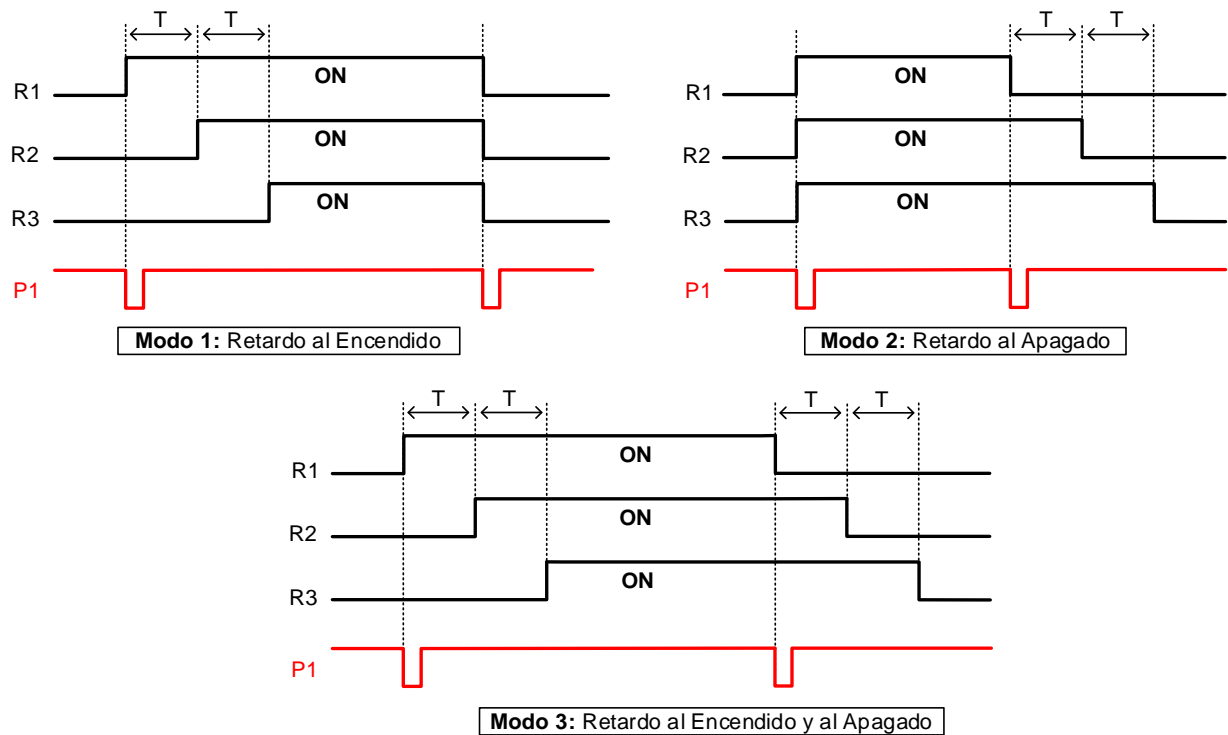
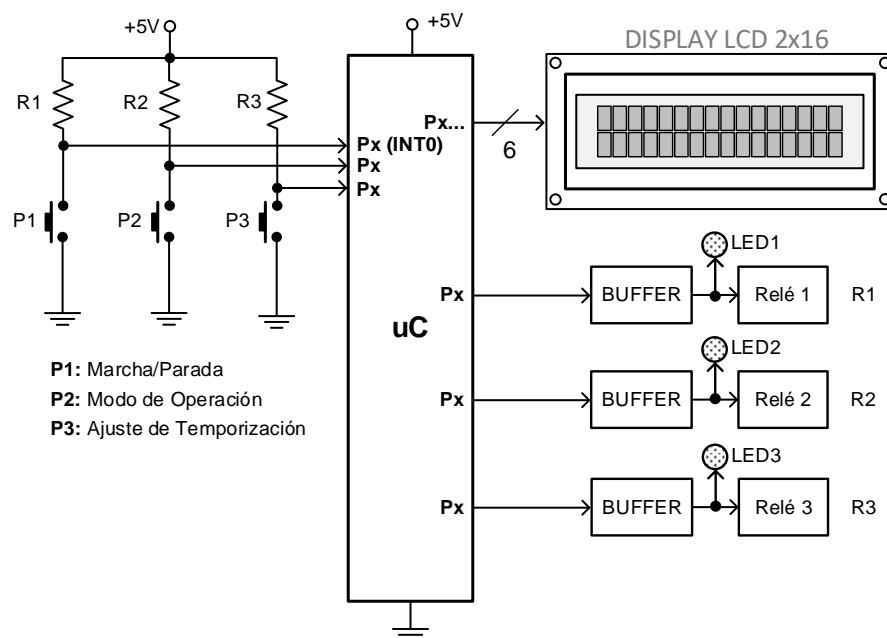

Figura 1: Modos de operación del sistema de Accionamiento de Marcha/Parada Configurable para Motor.
Figura 2: Diagrama de bloques del sistema de Accionamiento de Marcha/Parada Configurable para Motor.
Un aserradero dispone de varias máquinas que cuentan con motores eléctricos de elevada potencia. Por tal motivo, para reducir las perturbaciones en la red eléctrica, la marcha y parada de los mismos requiere que se realice en forma secuencial según alguno de los modos indicados en la Figura 1. Para esto, se debe diseñar y construir el prototipo de un sistema embebido que opere como temporizador configurable, que disponga de los elementos mostrados en la Figura 2. Este sistema debe contar con distintos valores de temporizaciones ($T = 5, 10$ y 15 segundos) y modos de operación configurables por el usuario. Para esto los elementos del sistema a desarrollar tienen que operar de la siguiente forma:
- **P2:** Permite cambiar el modo de operación del temporizador. Con los motores apagados, cada vez que el usuario pulsa P2, el temporizador pasa de un modo a otro (Modo 1 \rightarrow Modo 2 \rightarrow Modo 3 \rightarrow Modo 1...), permitiendo la configuración del modo de operación según lo muestra la Figura 2.
- **P3:** A través del mismo el usuario puede modificar las temporizaciones (T) entre tres valores posibles: 5, 10 y 15 segundos. Cada vez que se pulsa P3, el sistema pasa de una temporización a otra (5s \rightarrow 10s \rightarrow 15s \rightarrow 5s...) para configurar el tiempo “ T ”. Cabe mencionar que este valor será el mismo para todas las temporizaciones de encendido/apagado de los motores.